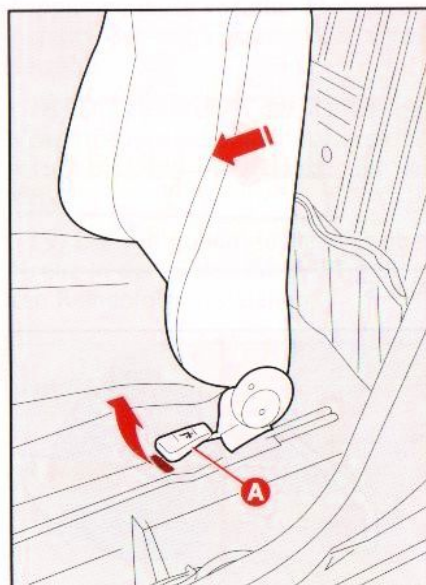
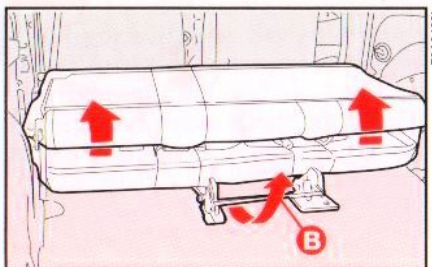

Abb. 2
Abb. 4
4) Die Rückenlehne des Fahrersitzes nach vorne klappen (bei den Versionen Fiat Doblò Cargo) indem der Hebel **A**, **Abb. 2** angehoben wird und die Werkzeugtasche entnehmen, wobei das Haltegummi, in **Abbildung Abb. 3** abzustreifen ist, oder die Rücksitzbank (bei den Versionen Fiat Doblò Trasporto persone) mit dem Hebel **B**, **Abb. 4** anheben und die Werkzeugtasche entnehmen, wobei das Haltegummi, in **Abbildung Abb. 5** abzustreifen ist und diese in die Nähe des zu wechselnden Reifens legen.